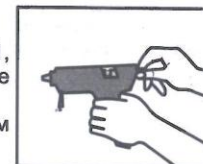

Рис. 1
4. Вставьте клеевой стержень в пистолет до упора так, как показано на рис.1, не нажимая на курок подающего механизма. **Внимание!** При первой установке необходимо вставить два стержня.